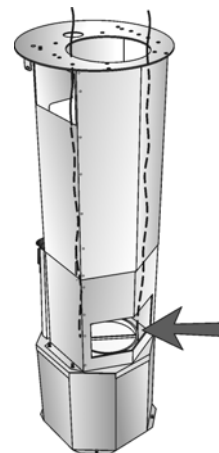

Fig. 10
7. Sacar el tubo flexible del escape a través de la perforación trasera (fig. 10).